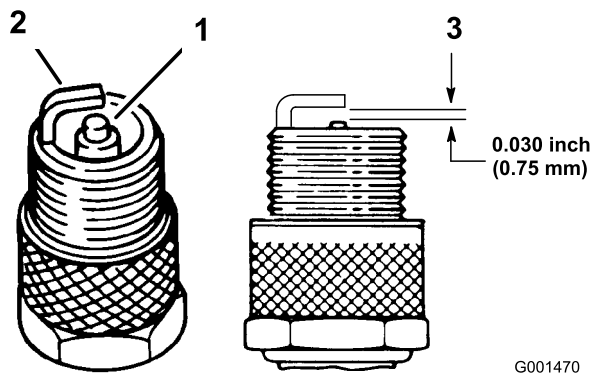

Figura 30
1. Mire la parte central de las bujías (Figura 30). Si se observa un color gris o marrón claro en el aislante, el motor está funcionando correctamente. Si el aislante aparece de color negro, significa que el limpiador de aire está sucio.
3. Compruebe la separación entre los electrodos central y lateral (Figura 30). Si la distancia no es correcta, doble el electrodo lateral (Figura 30).